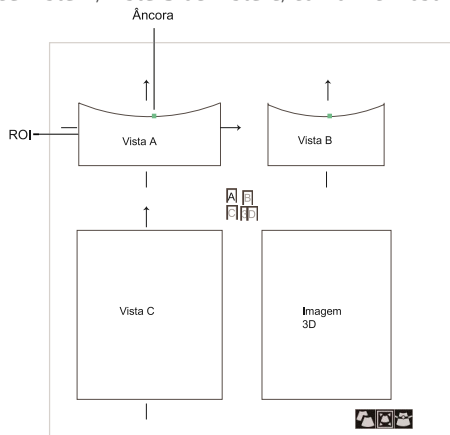

Figura 8-3 Tela de revisão de corte
3. Recorte a imagem da Vista A, Vista B ou Vista C, conforme mostrado na Figura 8-3.